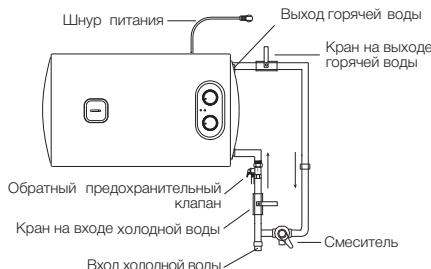

Рис. 5
1. Электрический водонагреватель следует устанавливать на твердую вертикальную поверхность (стену). Установка водонагревателей Magnum (Slim) Unifix существенно облегчается возможностью установить их как вертикально, так и горизонтально в любом месте вашего дома, в отапливаемом (!) помещении. Желательно установить водонагреватель как можно ближе к месту использования горячей воды, поскольку чем меньше длина труб, тем меньше потери тепла. Как показано на рис. 5, при горизонтальной установке водонагревателя трубы подводки должны быть расположены справа. При установке водонагревателя рядом со стеной, оставьте рекомендованное свободное пространство для технического обслуживания. Не устанавливайте водонагреватель на горизонтальной поверхности и вплотную к полу